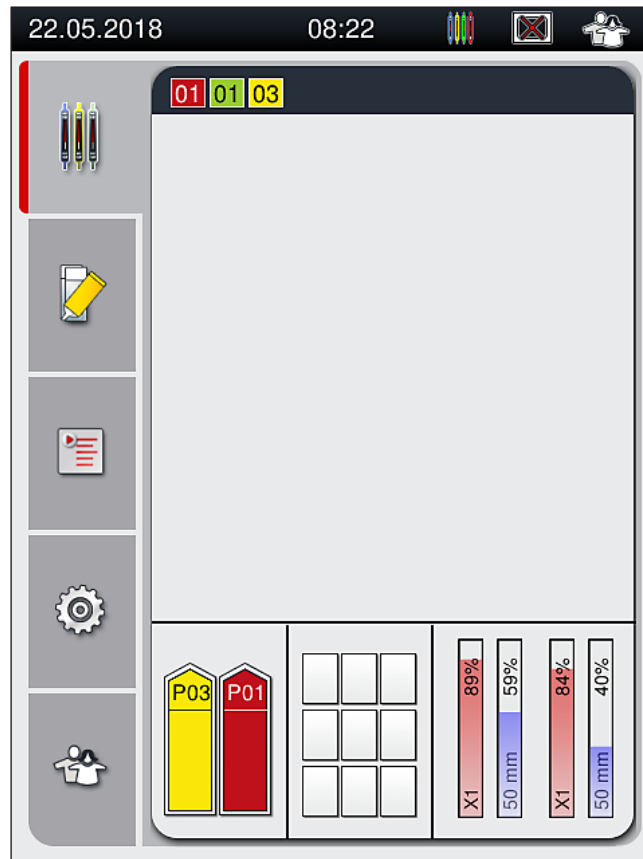

図 73
7. 検知されたハンドル色がプロセスステータス表示に表示されます (→ 図 73)。